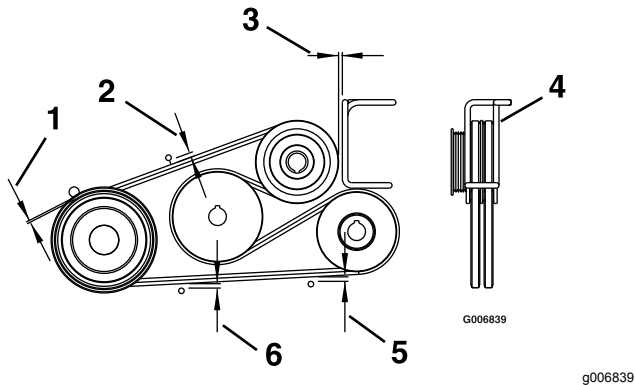

Figure 62
4. Réglez les guides de courroie comme montré à la Figure 62.